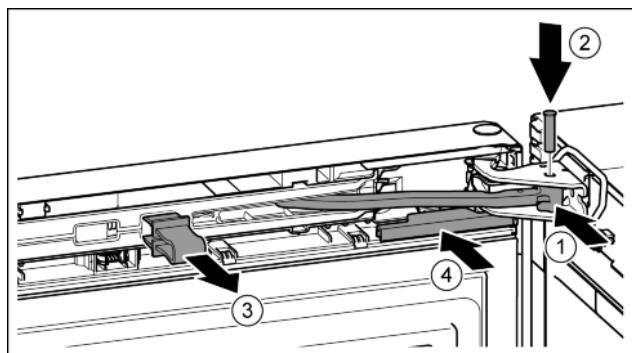

Fig. 26
- Повернуть шарнир в опорном кронштейне. Fig. 26 (1)
- Вставить палец в опорный кронштейн и шарнир. При этом следить за тем, чтобы выступ фиксатора занимал правильное положение в пазу. Fig. 26 (2)
- Снять предохранитель. Fig. 26 (3)
- Надвинуть крышку. Fig. 26 (4)